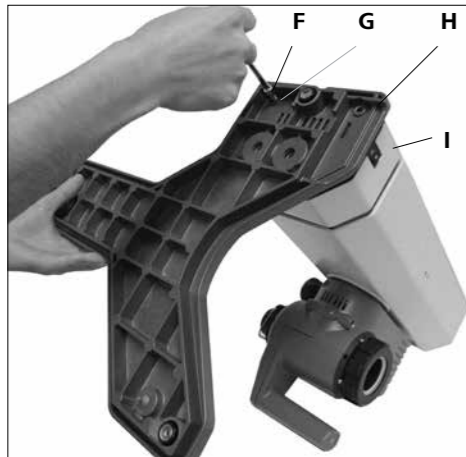

Fig. 7
1.) 리프트에 리프트 고정 패널 설치 (Fig. 7)
- 포장을 푼 후에 원통형 M6X25 (F) (4x) 톱니 와셔 M6(G) (4x)를 적용하여 리프트 장치(I)가 있는 베이스(H)를 장착할 수 있습니다.(Fig. 7)